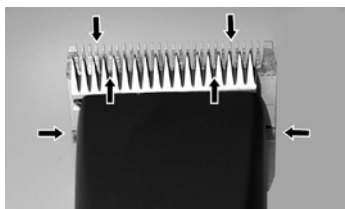

Abb. 21
Für ein gutes Haarschneide-Ergebnis und zur Erhöhung der Lebensdauer der Haarschneide-Maschine und des Scherkopfes ist eine dünne Ölschicht zwischen dem Ober- und Untermesser unumgänglich (Abb. 21).
- ▶ Schermesser während des Haarschneidens ausreichend ölen (mindestens alle 15 Minuten), damit sie nicht trocken laufen (Abb. 21).